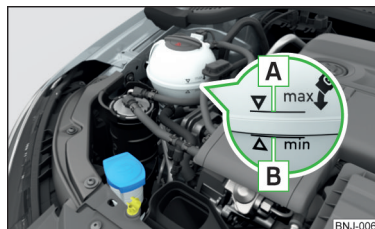

Abb. 169
Die Bezeichnung des Kühlmittels ist auf dem Kühlmittelausgleichsbehälter aufgeführt » Abb. 169 auf Seite 160.
- Das Kühlmittel nicht über die Markierung **A** auffüllen » Abb. 169 auf Seite 160.
Kühlmittelausgleichsbehälter » Abb. 169
➤ Den Kühlmittelstand am Kühlmittelausgleichsbehälter prüfen » Abb. 169.
Bei betriebswarmem Motor kann das Prüfergebnis ungenau ausfallen. Der Stand kann auch über der Markierung **A** » Abb. 169 liegen.